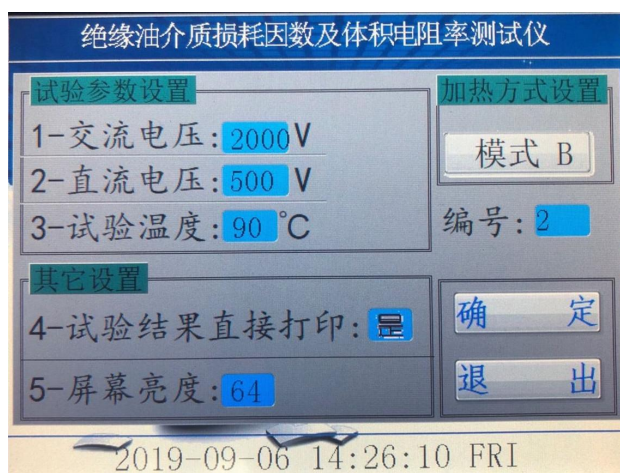
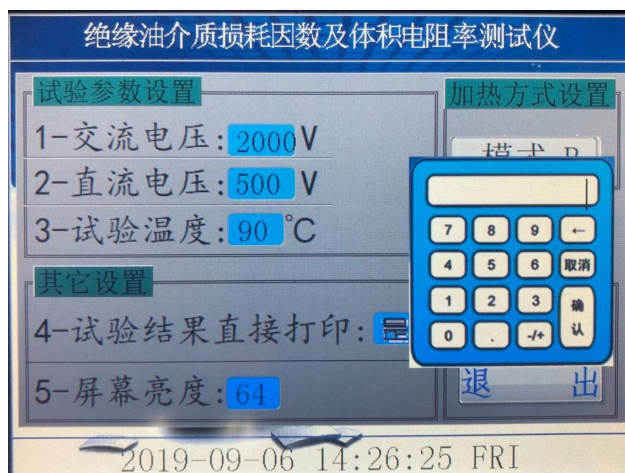

图 4
图 5
4、在图 3 界面下，按试验条件键，设备进入下一级菜单如图 4；图 4 中的加热方式设置分为模式 A 和模式 B。模式 A 为快速加热测试，温度升到 90℃后立即测试；模式 B 是精密加热测试，升温到 90℃后会持续加热，然后回落到 90℃，让油杯受热更加均匀，测试温度更准确。编号可以对油样进行油样编号，测试结果中更容易查找被测油样。
5、在图 4 界面中，可以分别对试验参数进行设置，图中是设备的默认参数，如需改动，只要点击需要改动的参数，就会自动弹出一个键盘，如图 5，在小键盘中直接输入需要的参数并点击小键盘上的确认键即可，选择打印的时候只要点击光标处就可以在是和否之间切换。设定好后点击确定即可回到图 3 主界面。